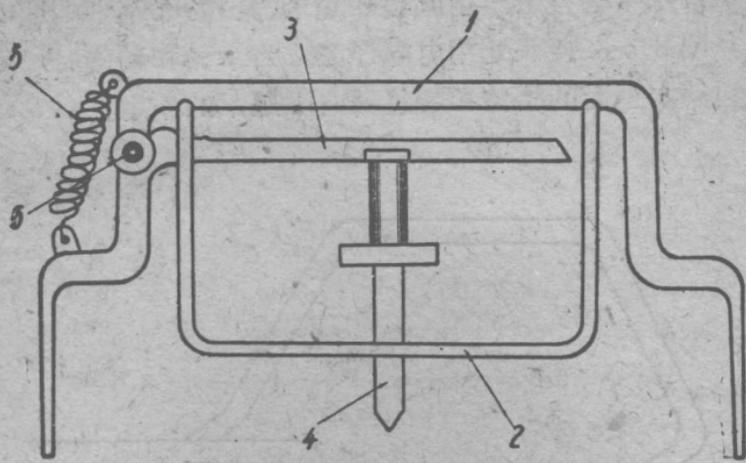
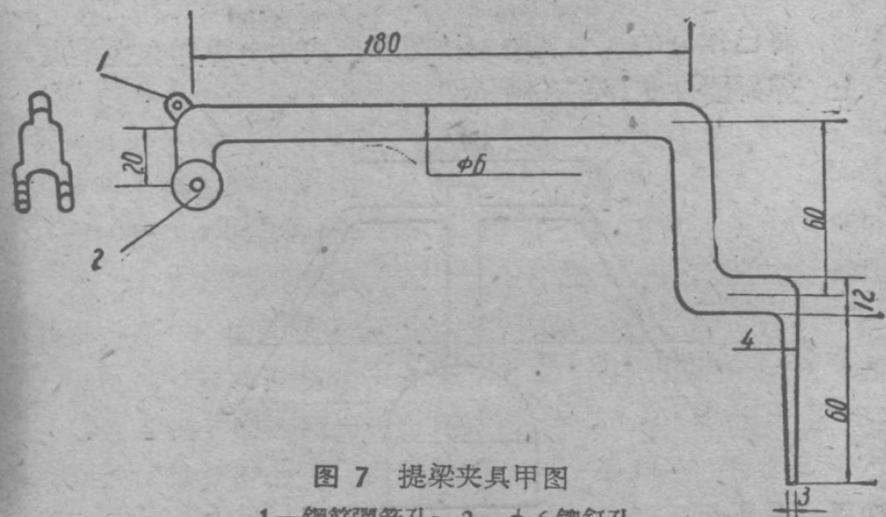
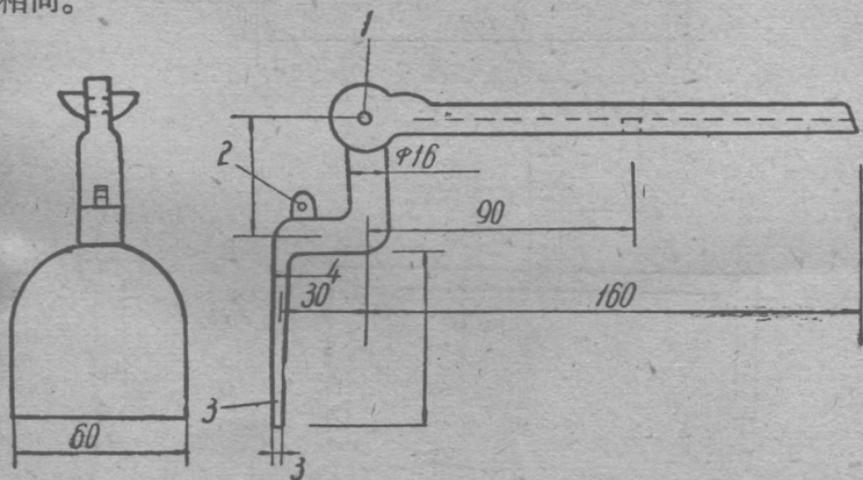

图 6 四四砌磚器总图
图 7 提梁夹具甲图
图 10 提梁夹具乙图
四四砌磚器的制作很簡單。用直徑16、10、6毫米的鋼筋，6毫米厚的鋼板，直徑2毫米的鋼絲彈簧等材料制成。每个砌磚器重为0.8公斤。其构造是由提梁夹具（图7、10）、水平調整架、灰縫控制板、鋼絲彈簧、平头螺絲鉚釘六部分构成（见图6）。
1. 提梁夹具甲：用直径16毫米、长为330毫米的钢筋，在烘爐上鍛打而成（见图7）。它与提梁夹具乙（见图10）一样，均起着夹磚作用。
3. 提梁夹具乙：用一根直径16毫米、长为250毫米的钢筋，在烘炉上锻打而成（见图10），其作用与提梁夹具甲相同。